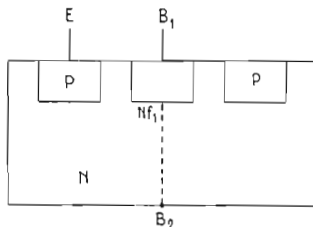
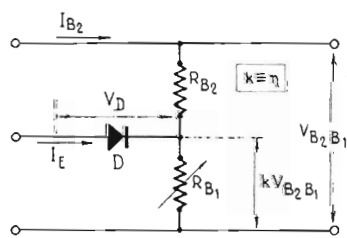

FIG. 3.
FIG. 2.
Le circuit équivalent électrique du transistor unijonction est indiqué par la figure 2.
Sur la figure 2, les résistances des bases étant  $R_{B_1}$  et  $R_{B_2}$ , la résistance interbase est  $R_{B_1} + R_{B_2}$ . Cette résistance est celle de la couche N + N que l'on peut voir sur la figure 3.
On peut évaluer la valeur de  $R_{B_1} + R_{B_2}$  entre 5 et 10 ohms. Sur le schéma équivalent de la figure 2, la diode D représente la jonction  $EB_1$  entre émetteur et base 1 lorsque l'UJT est à l'état passant (conducteur).
**rapport intrinsèque.** Dans la plupart des documents, ce rapport est désigné par la lettre grecque **etta**, représentée sur la figure 2. On a désigné la tension appliquée à l'émetteur par la notation  $V_E$ . Si  $V_E < KV_{B_2B_1}$ , la diode D se polarise à l'inverse et, par conséquent se bloque. Dans ces conditions, un courant inverse de très faible valeur circule dans la diode D.
5° **Tension de saturation  $V_{EB_1}$  sat.** C'est la chute de tension de la diode D (voir figure 2) qui correspond à un courant d'émetteur de 50 mA et à une tension  $V_{B_2B_1}$  spécifiée.
A la figure 3 on donne une représentation schématique des UJT fabriqués par « Silec », obtenus par le procédé planar comme celui mis au point pour les transistors normaux. Cette technologie possède, par rapport à celle par alliage, les avantages suivants :